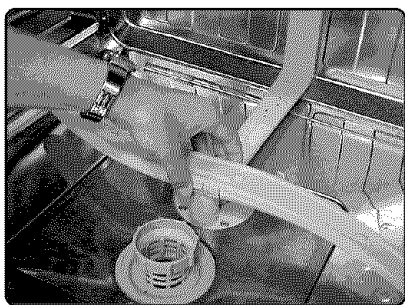

Figure 48/Illus. 48
2. Grasp the lower spray arm, as shown in Figure 48, and gently pull the lower spray arm upward, as shown in Figure 49.
2. Saisir le bras gicleur, comme à la figure 48, et tirer délicatement le bras vers le haut, comme à la figure 49. S'il faut nettoyer le bras gicleur, le rincer à grande eau.
2. Agarre el brazo de rocío inferior como muestra la Ilustración 48 y delicadamente jálelo hacia arriba como muestra la Ilustración 49. Si necesita eliminar obstáculos de los orificios del brazo de rocío, límpielos con un chorro de agua.